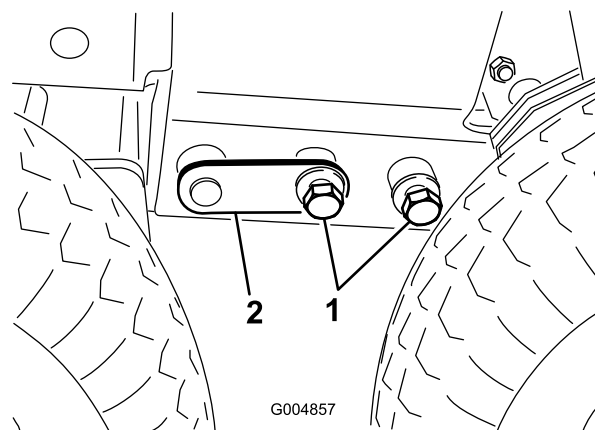

Figura 111
34. Ajuste el gato o balancee la cabina con las manos, según sea necesario, para instalar los pernos ($\frac{3}{4}$ " en cada lado (Figura 111).